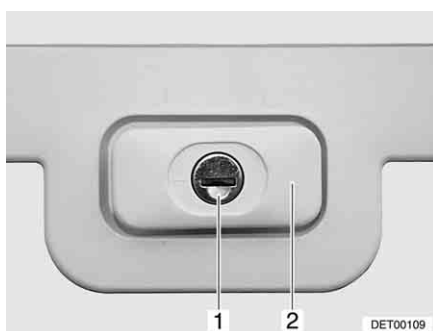

Bild 30 Lucklås, fyrkantigt, låst
- Stick in nyckeln i låscylindern (Bild 30,1) och vrid ett kvarts varv. Låshandtaget (Bild 30,2) frigörs.